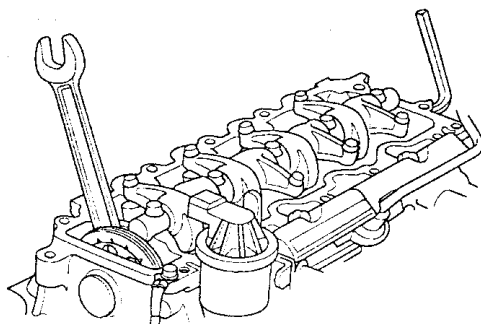
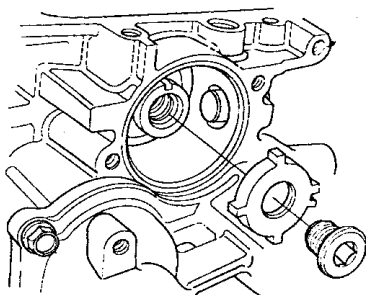

图 2-98 用开口扳手夹住凸轮轴
图 2-99 拆卸凸轮轴位置 (CMP) 脉冲板
5) 如图 2-98 所示, 用开口扳手夹住凸轮轴, 松开螺栓。拆下图 2-99 所示的凸轮轴位置 (CMP) 脉冲板。